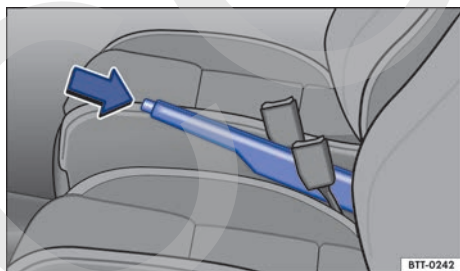

Fig. 135 Entre los asientos delanteros: freno de mano.
- Tire ligeramente de la palanca del freno de mano hacia arriba y presione el botón de bloqueo en el sentido de la flecha ⇒ fig. 135.